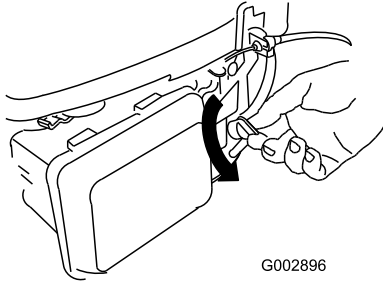

Bild 15
1. Drehen Sie den Kraftstoffhahn auf die Ein-Stellung (Bild 15).